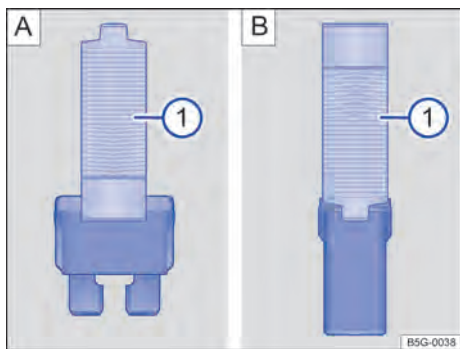

Fig. 139 Retirar ou colocar o fusível com a pinça de plástico: [A]: fusível plano, [B]: fusível de bloqueio.
- Se necessário, retirar a pinça de plástico → Fig. 139 ① da cobertura da caixa de fusíveis.
- De acordo com a versão do fusível, colocar as garas adequadas do alicate plástico → Fig. 139 [A] ① ou → Fig. 139 [B] ① lateralmente no fusível.